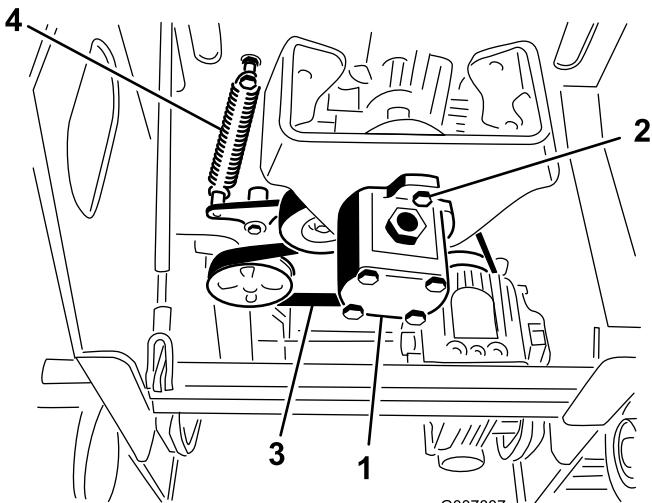

Figure 49
5. Desserrez les deux boulons de la pompe (Figure 49).
6. Tournez la pompe dans le sens antihoraire et laissez-la se détacher de la poulie (Figure 49).
7. À l'aide d'un extracteur de ressort (à se procurer chez un dépositaire réparateur agréé) ou d'un crochet en métal, décrochez du boulon de ressort l'extrémité du ressort de la poulie de tension afin de détendre la courroie (Figure 49).